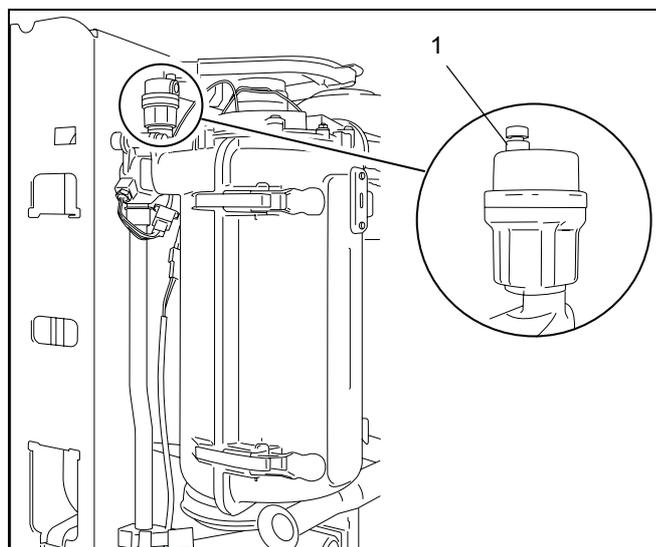

Fig. 25 Disaeratore automatico
L'apparecchio è dotato di un disaeratore automatico (fig. 25) che serve a sfiatare la caldaia. In alcune situazioni può essere necessario dotare l'impianto di riscaldamento, oltre che delle possibilità di sfiatamento dei vari radiatori, anche di possibilità addizionali.
- Allentare di un giro la calotta del disaeratore automatico in alto a sinistra nell'apparecchio (fig. 25, pos. 1).